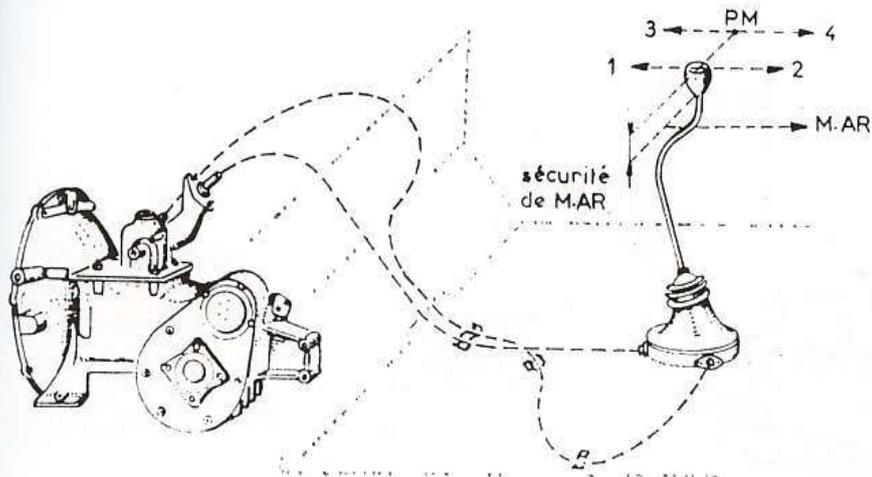

Fig. 43. -- Positionnement de l'ensemble gaine-câble de sélection
- Présenter l'extrémité portant rotule sur l'axe avant (30).
- Visser l'écrou (28) presque à fond (laisser un filet ou deux).
- Poser l'entretoise (27) sur l'embout fileté.
- Visser le câble sur l'écrou pivot (26), bloquer l'écrou (28).
- Poser le couvercle (25), les deux vis et rondelles.
- Poser la patte fixant les tuyauteries et les gaines sous le plancher du véhicule (fig. 43).